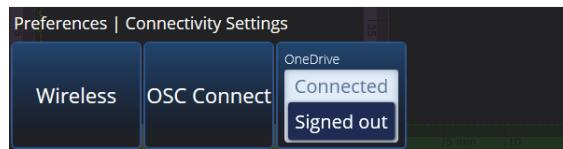

图 2-52 偏好 — 连通性设置
Connectivity Settings (连通性设置) 可使您开启 (ON) 或关闭 (OFF) **Wireless** (无线)、**OSC Connect** (OSC 连接) (使用 X3 RCS 时需要此选项) 和 **OneDrive** 选项 (参见第 93 页的图 2-52)。